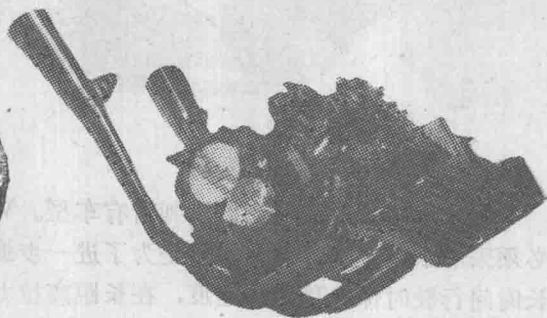

图11 铃木
⑪ 四缸发动机通过水冷方式的应用缩小了体积，实现了小型化。目前这一技术也应用到小排量发动机上，如250cc四缸发动机的体积已经缩小到二缸发动机的程度。而且这种 250cc 的车辆税率低，不需要定期车检，因此每年的使用费较低，同时又能满足高层次的需求(图11)。